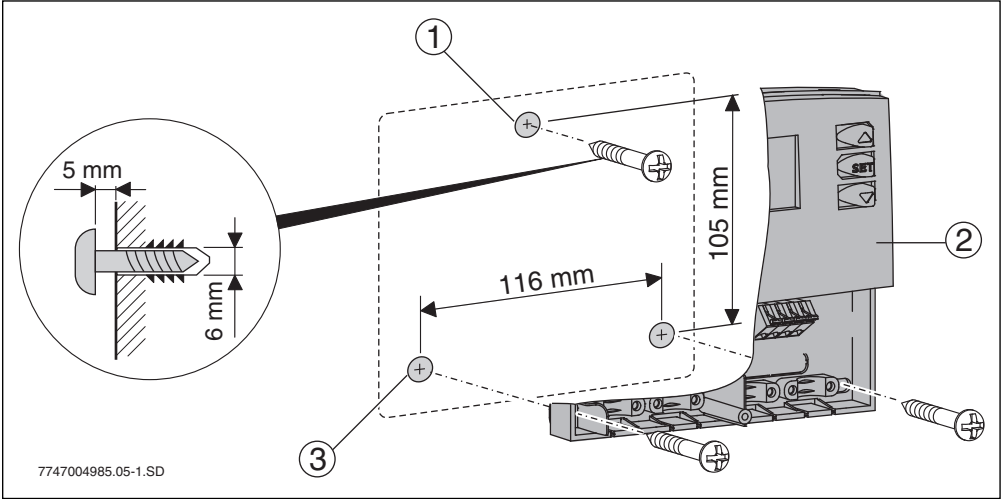

Fig. 5 Montaje del regulador en la pared
- ▶ Taladrar el agujero de fijación superior (→ fig. 5, 1) e introducir 5 mm el tornillo suministrado. Quitar los tornillos de la parte inferior del regulador y retirar la tapa. Colgar el regulador de la entalladura de la carcasa. Marcar los agujeros de fijación inferiores (→ fig. 5, 2), taladrar los agujeros e introducir los tacos. Alinear el regulador y atornillar por los orificios de fijación inferiores a la izquierda y a la derecha.